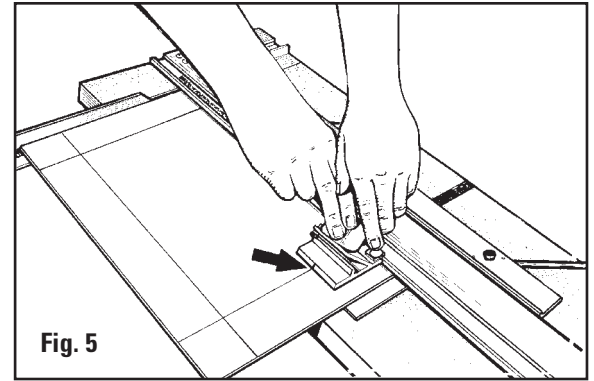

Fig. 5
- Placez le couteau de sorte que le repère de début et de fin s'aligne avec la ligne tracée la plus proche de la partie supérieure de l'appareil. **Fig. 5**
- Avec la main gauche, appuyez sur le goujon anti-glissement et faites pivoter fermement le support de lame dans la feuille. **Fig. 5**
- Positionieren Sie den Schneider so, dass die Start- und Stopp-Anzeigelinie mit den markierten Linien oben auf der Maschine ausgerichtet sind. **Abb. 5**
- Drücken Sie mit der linken Hand den Kriechschutzstift und drehen Sie den Klingenhalter fest nach unten in das Passepartout. **Abb. 5**
- Coloque el cortador de modo que la línea Indicadora de Inicio y de Parada se alinee con la línea marcada lo más cercana posible a la parte alta de la máquina. **Fig. 5**
- Presione hacia abajo con la mano izquierda el Pasador Anti-Arrastre y gire firmemente el Sujetador de la Cuchilla abajo dentro de la lámina perimétrica. **Fig. 5**
- Posizionare la taglierina in modo tale che l'indicatore di inizio e di fine si allinei con la linea tracciata più vicina alla cima dell'attrezzo. **Fig. 5**
- Con la mano sinistra premere il perno antiscivolo e inserire il portalamina nel passepartout ruotandolo verso il basso. **Fig. 5**
- Fig. 5**
- Abb. 5**